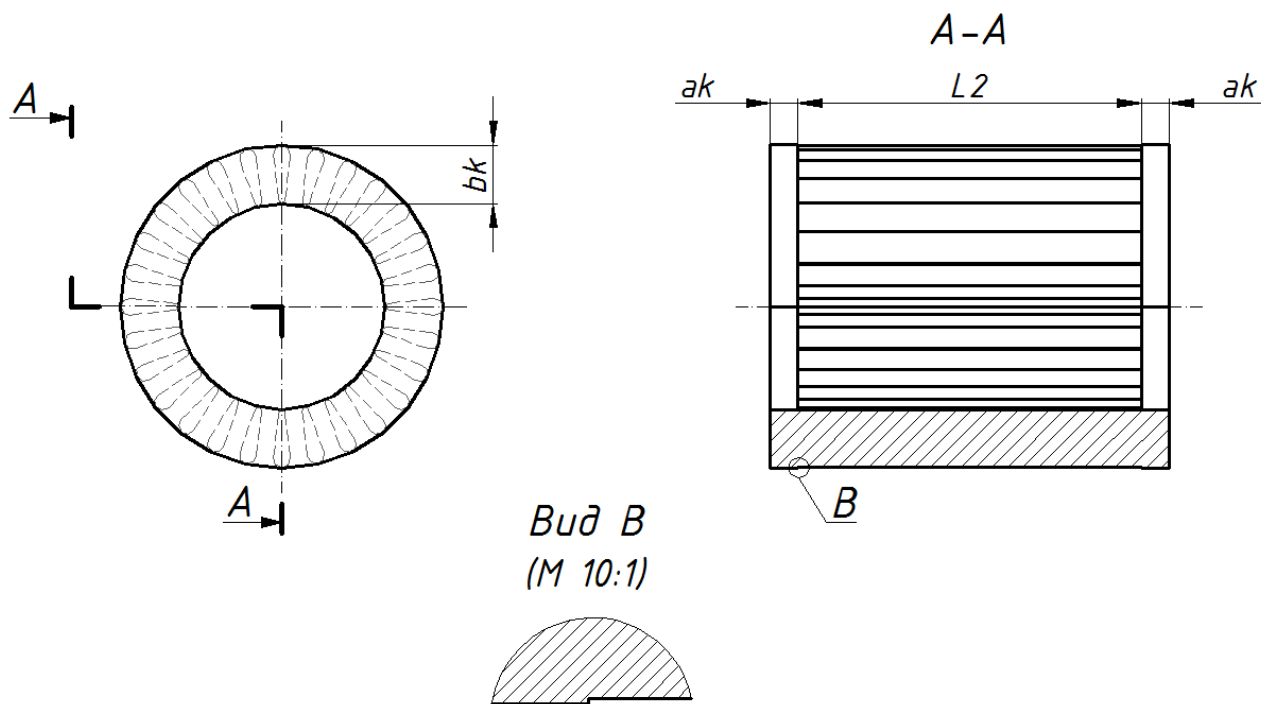
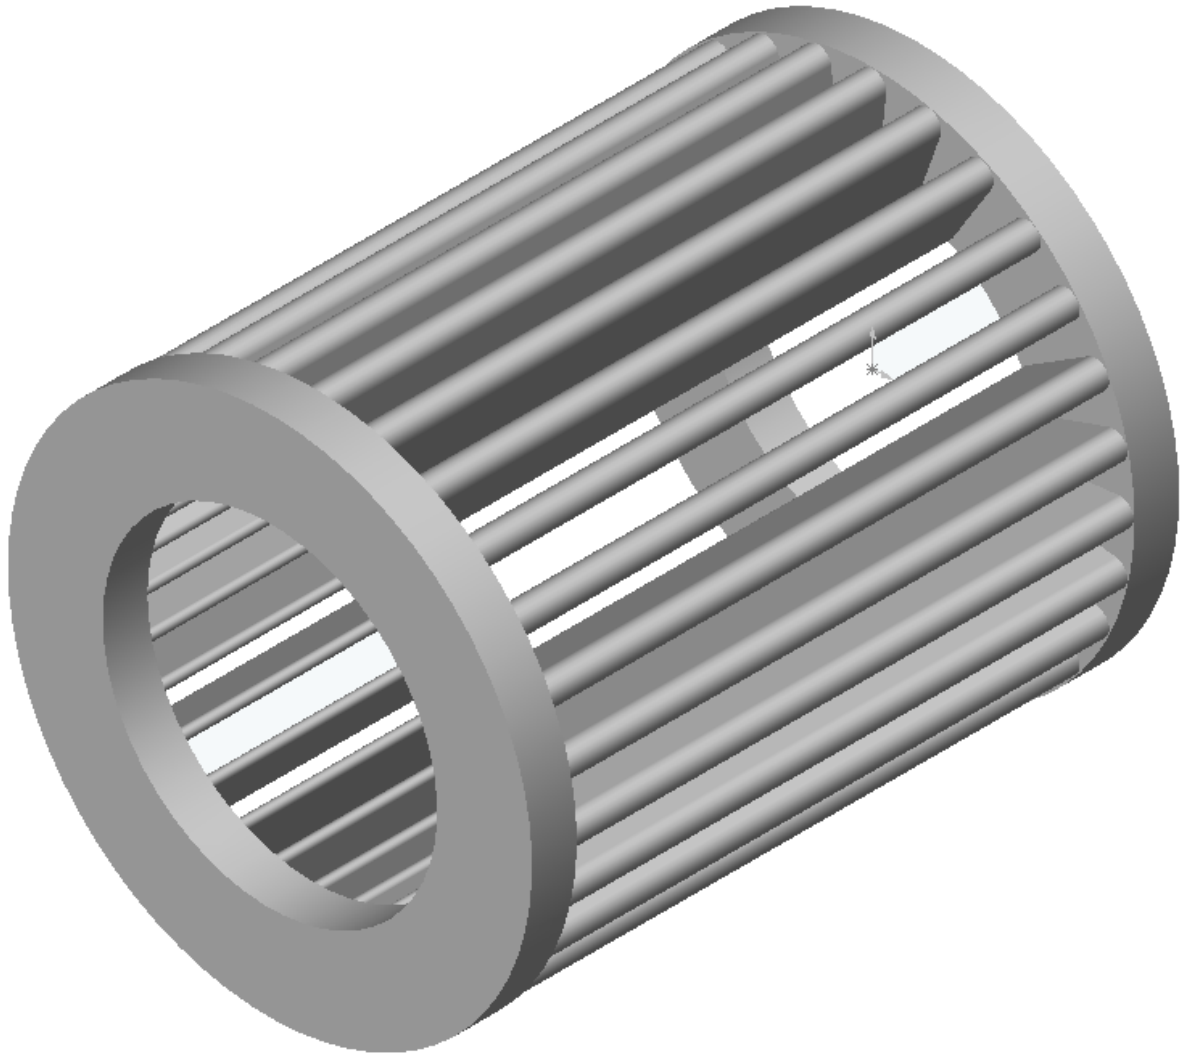

Рис.37
Рис.38
1. За допомогою графічного пакету SolidWorks виконати конструювання короткозамкнутої обмотки («білячої» клітки) ротора асинхронної машини, зразок якої зображено на рис.37 і рис.38. Розміри «білячої» клітки для кожного варіанту наведені в табл.9.1.
1. На рис.37 приведено зразок конструкції «білячої» клітки ротора АД, яка, як правило, виготовляється з алюмінію або міді. Слід зауважити, що висота короткозамкнутого кільця «білячої» клітки може відрізнятись від висоти стержня, а питання про їх взаємне розташування вирішується окремо. В цій роботі приймемо, що середній діаметр короткозамкнутого кільця і стержнів ротора збігаються. Довжина стержнів $L2$ (рис.38) для АМ з висотою осі обертання до 250 мм дорівнює довжині пакету статора $L1$ (див. табл.8.1).
На рис.38 наведемо приклад «білячої» клітки ротора АМ у тривимірному вигляді, яка сконструйована за допомогою пакету SolidWorks.